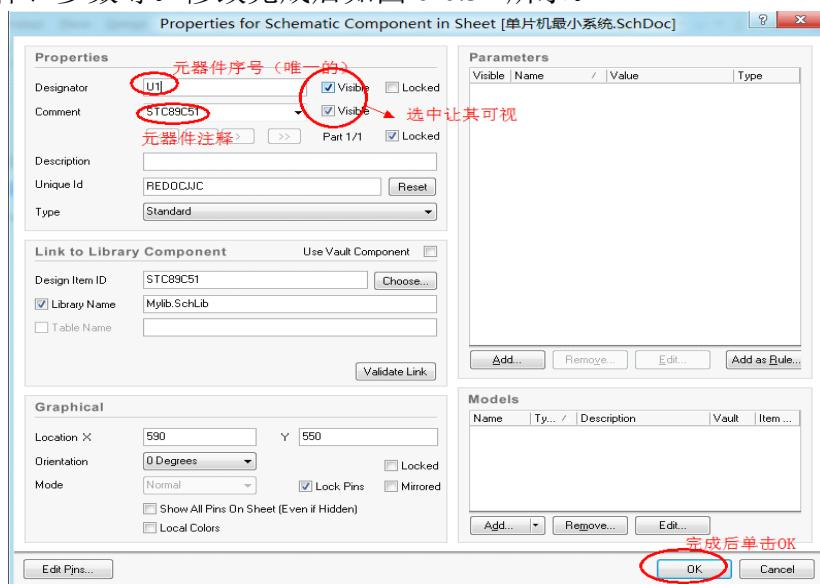

图 6-6.32 元器件属性对话框
**Step1:** 修改单片机属性。双击 STC89C51（或者选中后单击鼠标右键，在弹出的对话框中选择 Properties），弹出元件属性对话框如，在其中进行修改，修改序号、注释、参数等。修改完成后如图 6-6.32 所示。